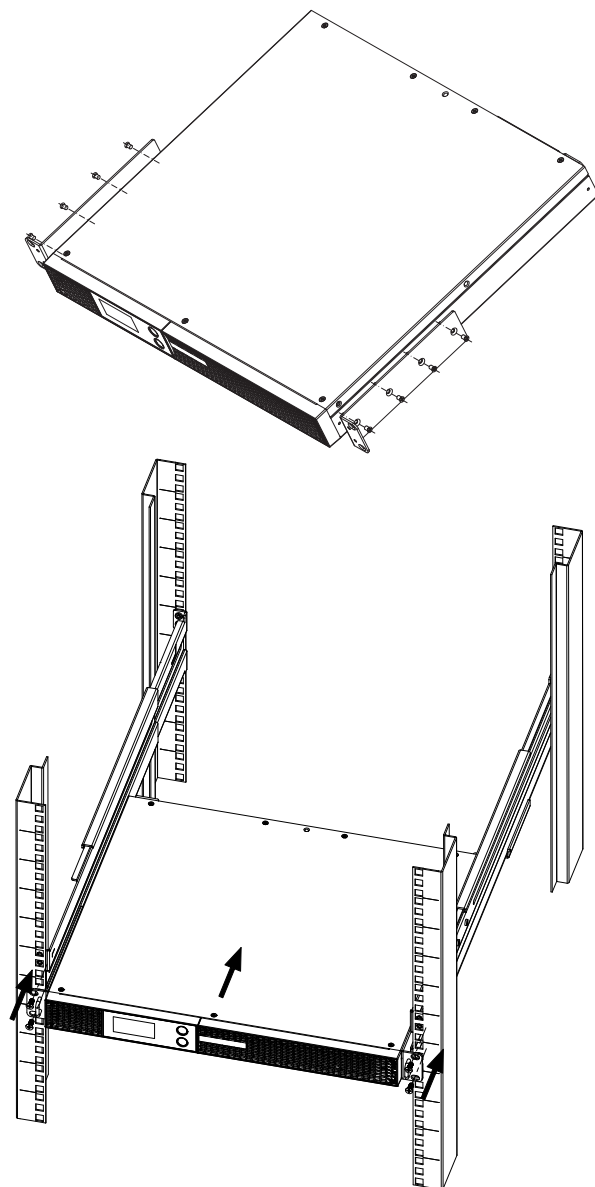

Abb. 7. Montage SPS ADVANCE R im 19"-Schränk.
- Folgendermaßen vorgehen (siehe Abb. 7):